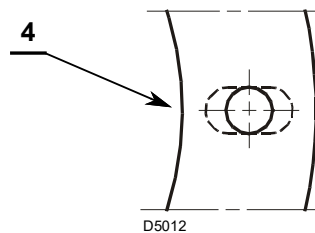

Fig. 7
- Allargare, se necessario, i fori dello schermo isolante 4)(Fig. 7).